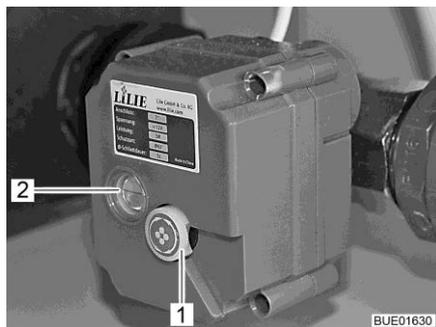

Fig. 148 Llave de desagüe de accionamiento eléctrico
Una línea roja en la ventana (Fig. 148,2) de la llave de desagüe de accionamiento eléctrico indica la posición de la llave:
- Tirar la ruedecilla (Fig. 148,1) en la llave de desagüe de accionamiento eléctrico hacia el exterior y girarla (cualquier sentido de rotación).